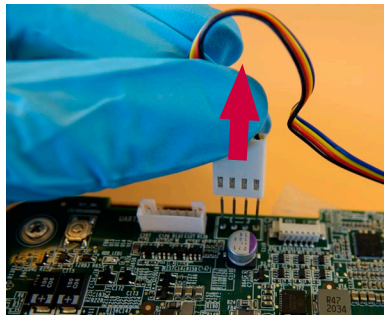

図28 ファンケーブルを外す
a) ファンコネクタを外します(図28)
g) ファンケーブルを接続します(図12および図28を参照)